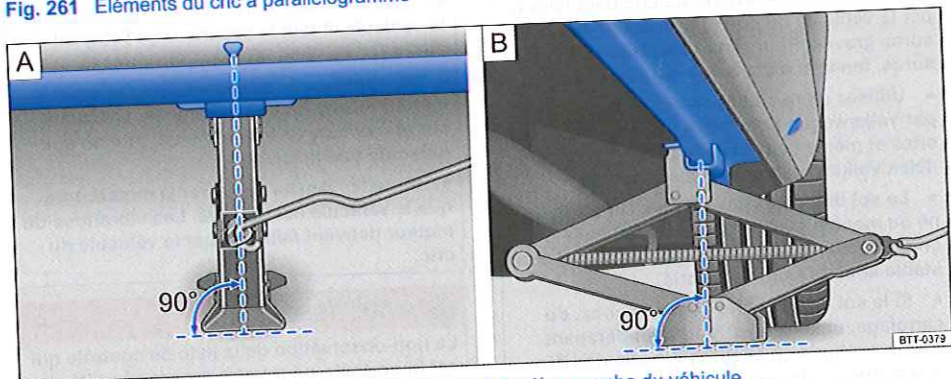

Fig. 262 Positionnement du cric à parallélogramme à l'arrière gauche du véhicule.
Positionnez le cric uniquement sur les points de prise indiqués (repères dans la carrosserie) $\Rightarrow$ fig. 262. Un point de prise se trouve à côté de chacune des roues $\Rightarrow$ .
6. Cherchez sous le véhicule le point de prise du cric $\Rightarrow$ fig. 262 qui se trouve le plus près possible de la roue à changer.
8. Assurez-vous que toute la surface du pied du cric porte bien sur le sol et que le pied du cric se trouve bien verticalement sous le point de prise → fig. 262.
9. Orientez le cric tout en continuant à déployer sa griffe jusqu'à ce que celle-ci saisisse le talon situé sous le véhicule → fig. 262.
- Positionnez le cric uniquement aux endroits préconisés. La griffe du cric doit saisir le talon du bas de caisse → fig. 262.